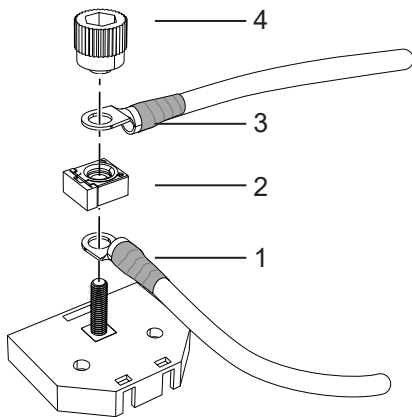
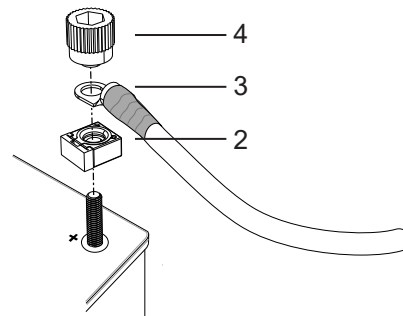

Figura 73. Conexión a la caja de fusibles
Figura 74. Conexión al terminal positivo de la batería
3. Cuando utilice la caja de fusibles, conectar el cable (1) al terminal positivo de la batería y a la caja de fusibles y colocar el fusible (2) en la parte superior, véase Figura 73.
4. Cuando se conecte directamente al terminal positivo de la batería, colocar el fusible (2) en el terminal positivo, véase Figura 73.
5. Conectar el cable de alimentación principal (3) a la caja de fusibles/al terminal positivo, véase Figura 73 - Figura 74.
6. Apretar las conexiones de cables y el fusible con la perilla (4). Los cables se colocan a 90° o 180° entre sí. El fusible se monta con el ángulo correcto orientado hacia los cables, véase Figura 73 - Figura 74.